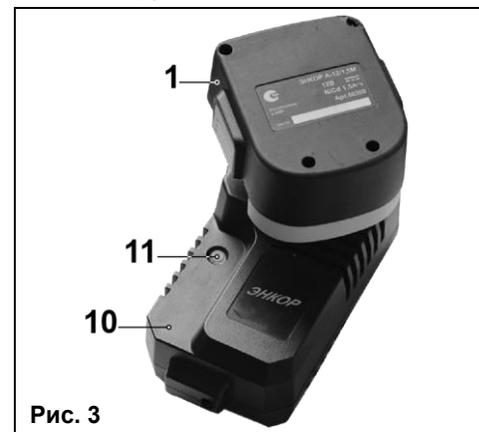

Рис. 3
**7.2. Зарядка NiCd аккумуляторной батареи с помощью зарядного устройства (Рис.3). (Для машин арт. 50011, 50013, 50015, 50019).**